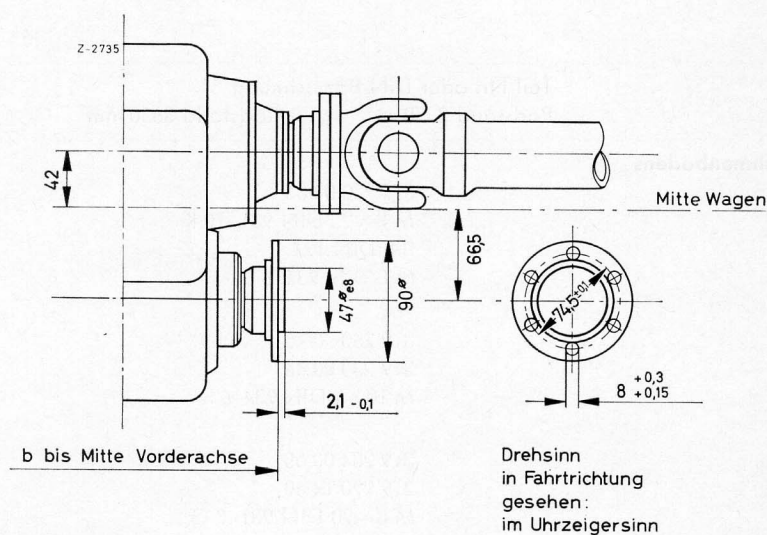

Bild 28-1/8
15. Abgasschalldämpfer und hinteres Auspuffrohr – bei Fahrzeugen mit dem Radstand 3600 mm wird das neue Auspuffrohr (44) bzw. (45) verwendet – wieder einbauen.
16. Abdeckblech (1) für den Abgasschalldämpfer mit den Linsenblechschrauben (2) an die Rahmenquerträger und Abdeckblech (3) für das hintere Auspuffrohr (44) mit den Halbrundholzschrauben (4) an den Fahrzeugunterboden anschweißen.
18. Neue vordere (8) und neue hintere Gelenkwelle (7) montieren.
19. Bild 28-1/8 zeigt die Anschlußmarke am Abtriebsflansch des Zwischengetriebes.